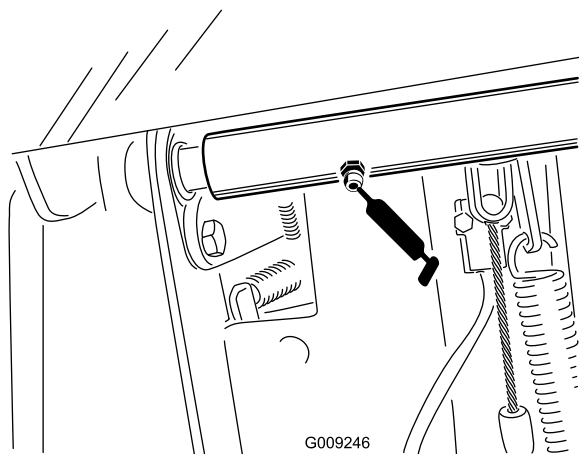

Figure 37
- Roulements d'axe de pivot de la pédale de frein (2) (Figure 37)